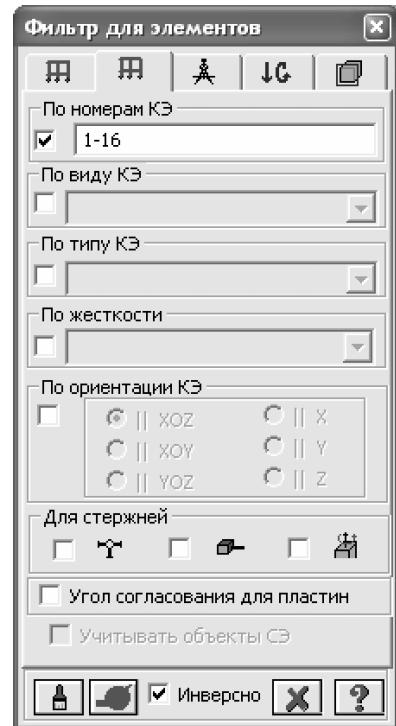

Рис.5.11. Диалоговое окно Фильтр для элементов
- С помощью меню **Выбор** ⇒ **ПолиФильтр** (кнопка на панели инструментов) вызовите диалоговое окно **ПолиФильтр** (рис.5.11), для того чтобы выделить элементы стоек башни.
- Активизируйте пятую закладку **Сечения и отсечения** в диалоговом окне **ПолиФильтр** (рис.5.11).
- С помощью меню **Выбор** ⇒ **ПолиФильтр** (кнопка  на панели инструментов) вызовите диалоговое окно **ПолиФильтр** (рис.5.11).